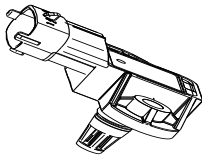

Рис. 9-1
1. Датчик температуры и давления воздуха во впускном коллекторе (рис. 9-1)